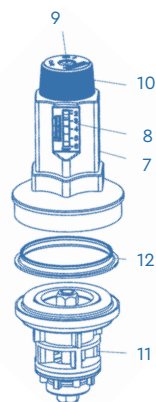

Fig. 4 - Drukregelaar functionele eenheid alleen E1 NEU HWS
- Drukregelaar (alleen E1 NEU HWS, fig. 4) bestaan de uit:**